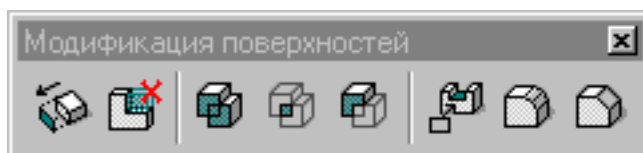
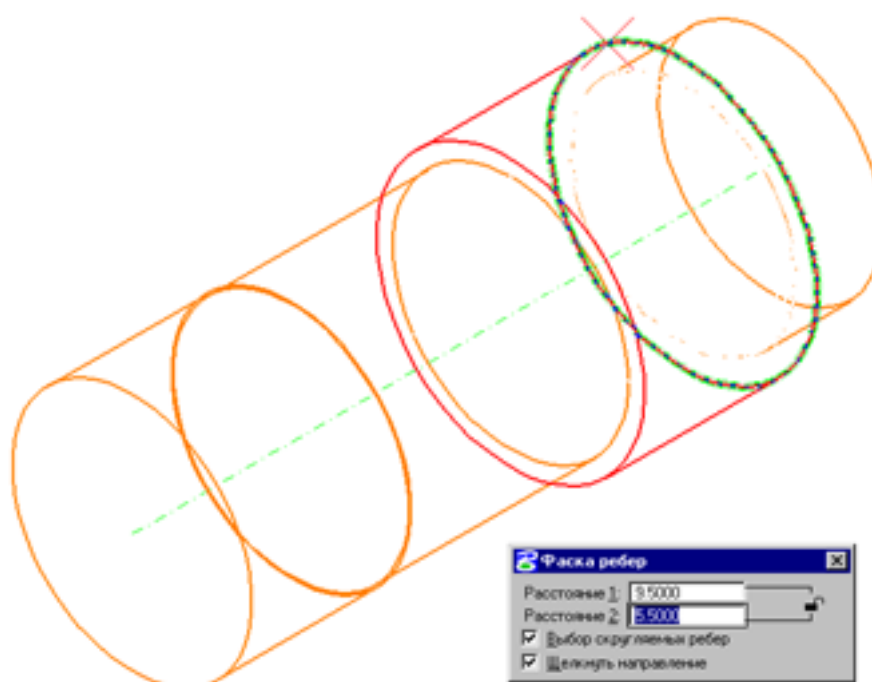

рис. 76
рис. 82
Инструменты в инструментальной панели *3D модификация* (рис. 76) позволяют сопрягать существующие поверхности, используя различные виды сопряжений.
По порядку инструменты в инструментальной панели *3D модификация* (рис. 76): модификация тела, удаление граней, создание объединения, создание пересечения, создание вычитания, отрезание тела, скругление ребер, фаска для ребер.
- Цилиндры построены, теперь надо создать фаску. Для этого выбираем из панели пиктограмм *3D основная* (рис. 73) линейку пиктограмм *Модификация поверхностей* (рис. 76), а в ней пиктограмму *Фаска ребер*. В диалоговом окне *Фаска ребер* устанавливаем два расстояния, равные **9.5** и **5.5** миллиметров (не забудьте разомкнуть замочек), соответственно (рис 82), также устанавливаем галочки в полях *Выбор скругляемых ребер* и *Щелкнуть направление*. Далее выбираем срезаемое ребро (оно подсветится) и подтверждаем (рис. 82). Переходник построен.